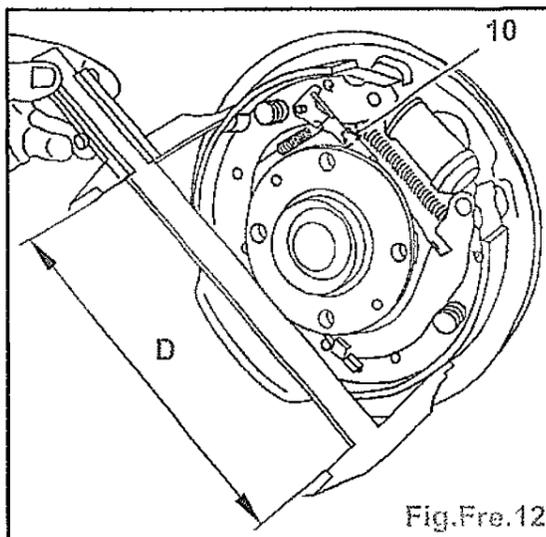

Fig.Fre.12
- la biellette de rattrapage (7),
- le levier et le ressort du système (8) du rattrapage de jeu,
- le ressort de maintien (4) du segment arrière.
- Reposer le ressort supérieur (3).
- Agir sur la molette (10) pour obtenir un diamètre  $D = 228$  mm (Fig.Fre.12).